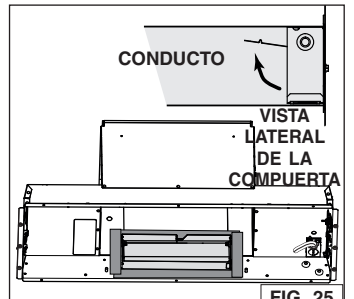

FIG. 25
4. Desde el interior de la campana, deslice el adaptador/compuerta de 3/4 pulg. x 10 pulg. en el conducto horizontal, después fíjalo a la campana usando cinta adhesiva metálica para sellar la junta (FIG. 25). Asegúrese de que la compuerta abra como se muestra en la vista lateral de la compuerta.